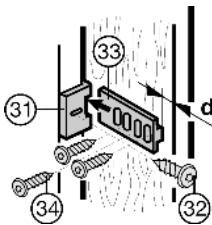

Fig. 19
- ▶ Deurkoppeldeel Fig. 19 (31) met schroef Fig. 19 (32) monteren, daarbij letten op de positie van de deurgreep.
- ▶ Bij geheel geopende deur: deurkoppelingsrails Fig. 19 (33) inschuiven en de kastdeur met schroeven Fig. 19 (34) vastschroeven. Daarbij afstand d (wanddikte van de keukenkast) aanhouden.